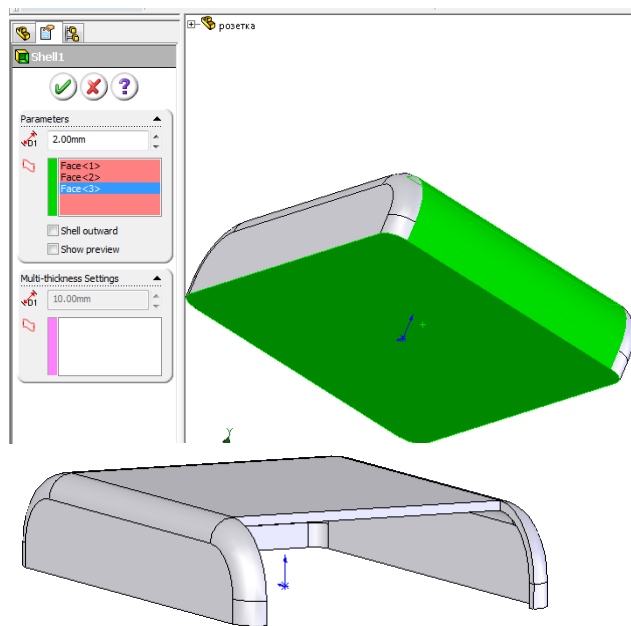

Рис. 6.1.5. Створення оболонки командою **Shell** (Оболочка)
5. Створимо оболонку з моделі за допомогою інструменту **ОБОЛОЧКА**  з панелі **ЕЛЕМЕНТЫ**. У вікні вибору граней зліва укажіть грані, які необхідно прибрати. А це нижня основа, одна грань-скруглення та грань, що їх з'єднує (рис. 6.1.5). У найпершому полі - товщина оболонки = 2мм.